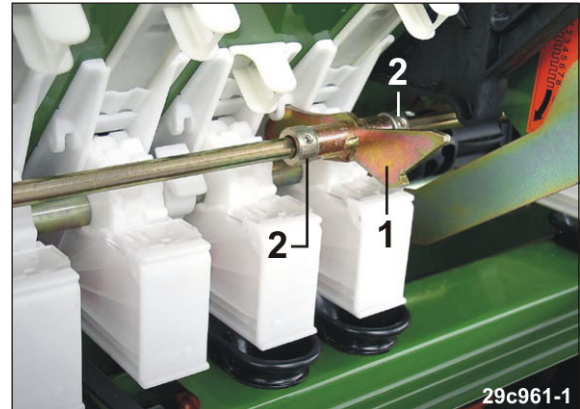

Bild 243
- Stick härvid in fästet (Bild 243/1) som säkrar drivaxeln axiellt, i ursparningen på såhuset.
5. Säkra fästet axiellt med två ställringar (Bild 243/2).